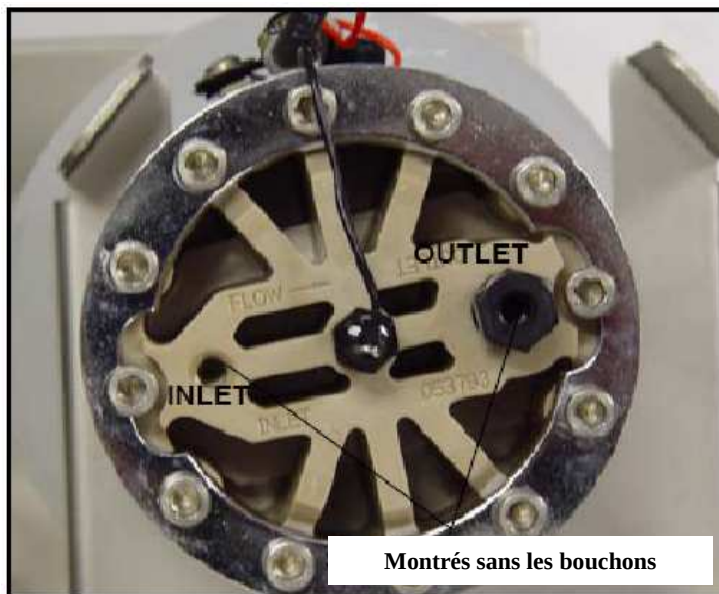

Figure 9.11. Ports **INLET** et **OUTLET** de la cartouche Elugen.
9. Déconnecter les tubes **EGC IN** et **EGC OUT** des ports **INLET** (entrée) et **OUTLET** (sortie) de la cartouche Elugen (voir figure 9.11).
4. Enlever les bouchons 10-32 des ports **INLET** et **OUTLET** sur la chambre de génération d'éluant (voir figure 9.11).